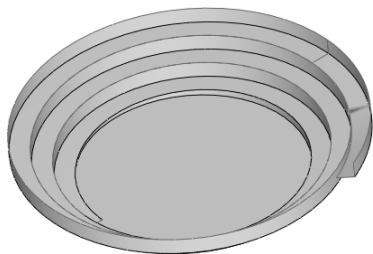

图 4-103 平面区域效果
STEP 3 单击“平面区域”按钮，选择边线创建平面，修补前面步骤所创建平面的空隙，如图 4-103 所示。